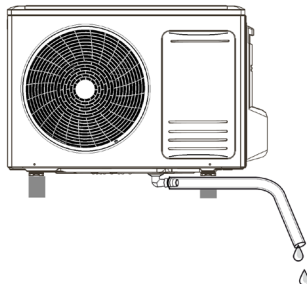

fig. 10 -
2. Conectați la racord ("fig. 10 -") un furtun din cauciuc suficient de rezistent (pentru a nu se deforma, cauzând posibile strangulări).